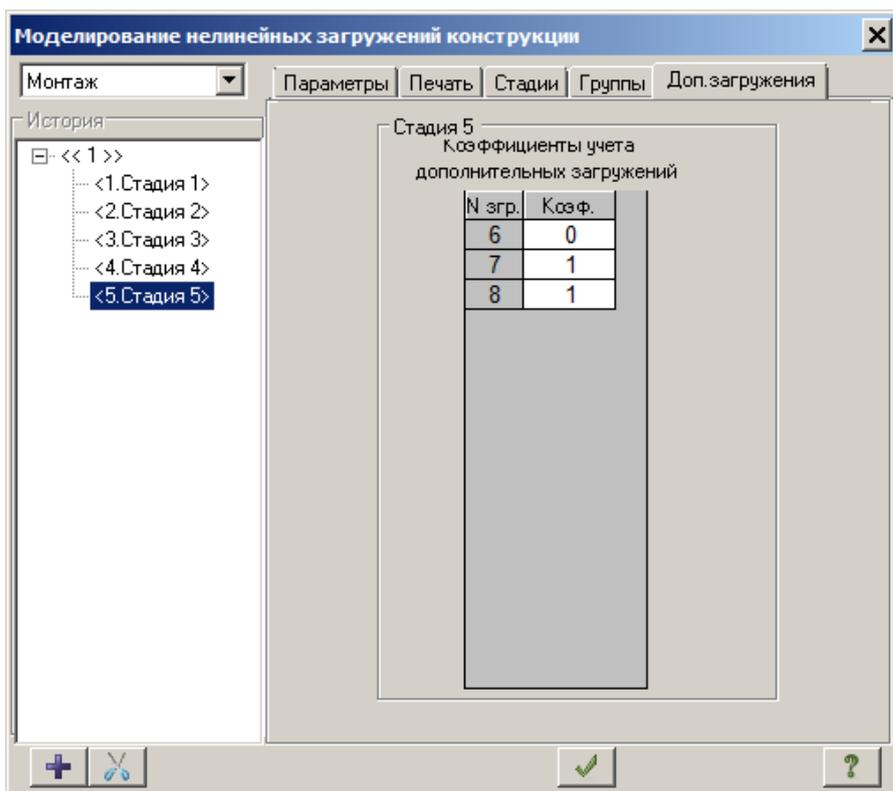

Рис.6.36. Диалоговое окно **Моделирование нелинейных нагружений конструкции**
- Вызовите диалоговое окно **Моделирование нелинейных нагружений конструкции** (рис.6.36) щелчком по кнопке  – **Стадии монтажа** (панель **Монтаж** на вкладке **Расчет**).